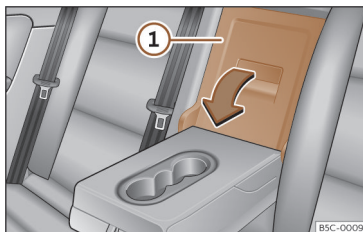

Fig. 130 No encosto do banco traseiro: abertura da portinhola.
- Puxe a alavanca de desbloqueio no sentido da seta e rebata completamente a tampa >>> **Fig. 130 ①** para a frente.